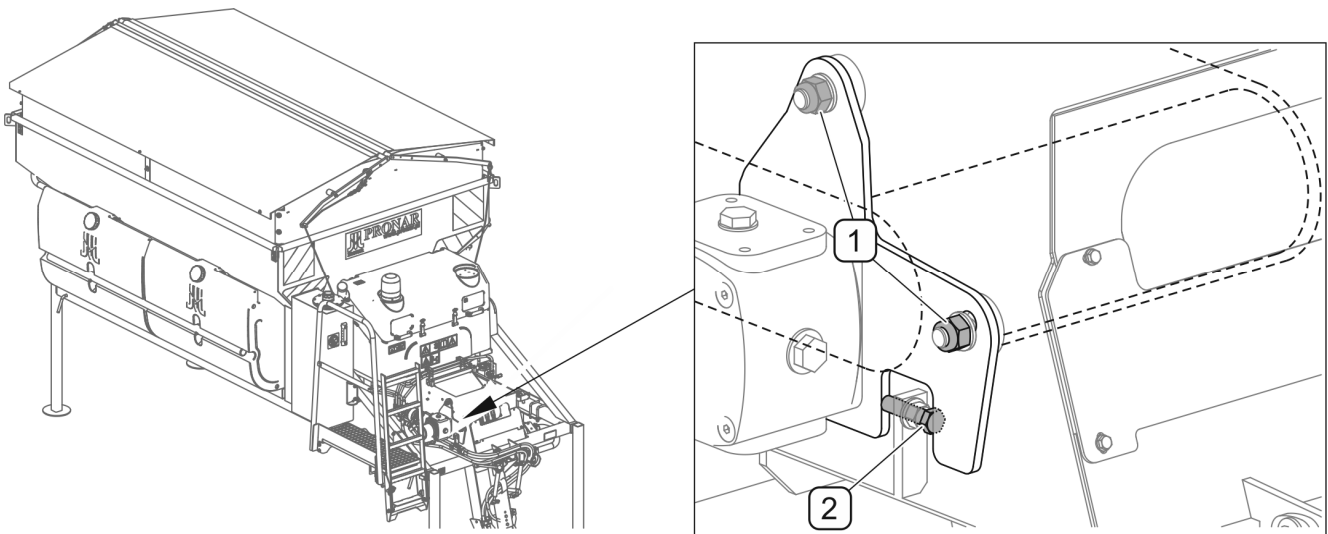

РИСУНОК 5.10 Регулировка приводного ролика
(1) - контргайка; (2) - регулировочный болт
Если лента работает со смещением к одному краю приводного ролика ленточного транспортера (РИСУНОК 5.10), то ролик необходимо соответственно отрегулировать. Регулирование выполняется только с одной стороны транспортера при помощи болта (2), изменяя положение кронштейна передачи привода ролика. Запустить двигатель разбрасывателя. В меню "Счетчики" на пульте управления включить функцию "Разгрузка". Подробное описание изложено в разделе 4.8 РАЗГРУЗКА. Ослабьте гайки (1) и при помощи регулировочного болта (2) установите ленту посередине ролика. Во